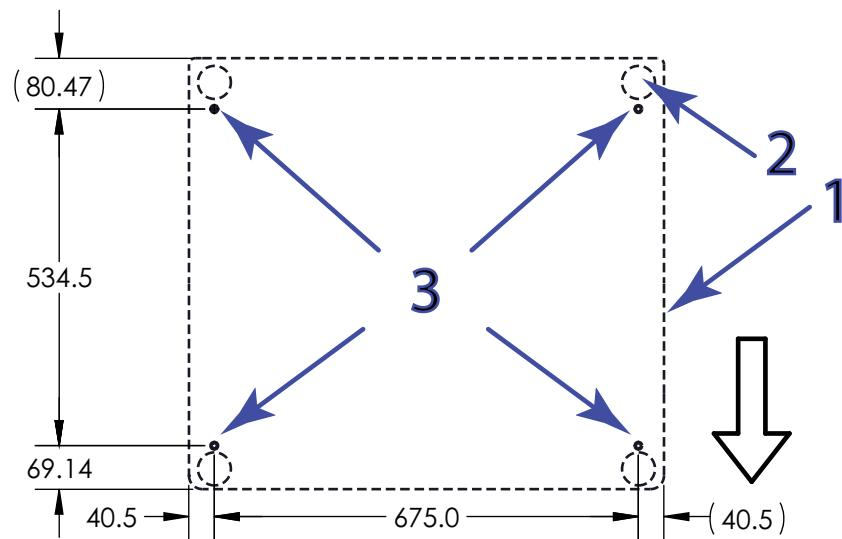

Figura 14. Ubicación de los puntos de anclaje (visto desde arriba)
Leyenda de la Figura 14
1. Consulte la Figura 14 en la página 69 y taladre los orificios en la mesa en las ubicaciones adecuadas, de modo que queden alineados con los puntos de anclaje de la base del bastidor. Se recomienda taladrar orificios de 15 mm (0,59 in) de diámetro.